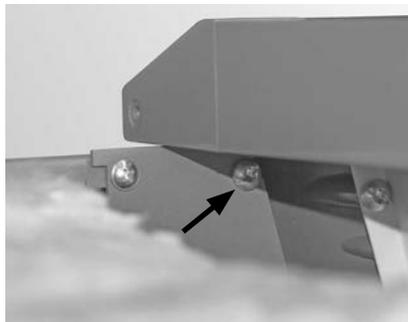

Fig. 81 Fissare il pannello di comando all'interno a sinistra e a destra
- Fissare il pannello di comando all'interno a sinistra e a destra con 1 vite Torx su ciascun lato – Fig. 81.